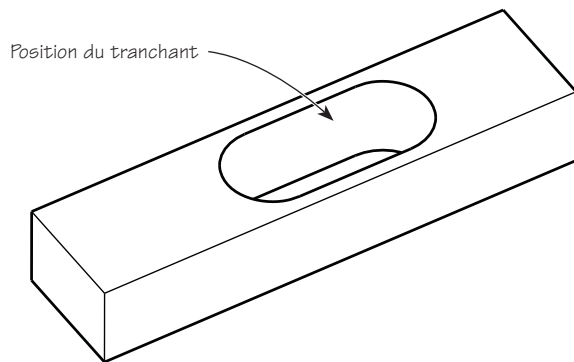

Figure 4 : Dressage des côtés de l'entaille
4. Dresser les côtés de l'entaille au ciseau à bois; voir la **figure 4**.